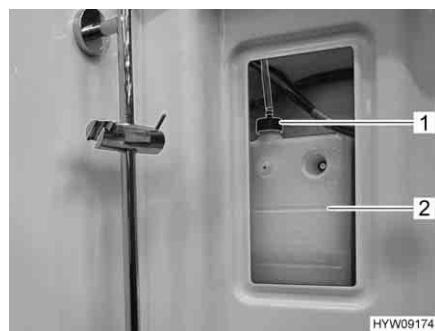
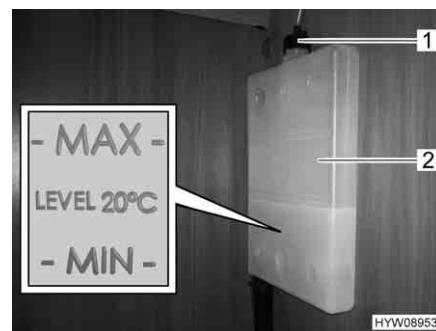

Fig. 224 Vaso d'espansione (riscaldamento ad acqua calda)
Fig. 225 Riga "MIN/MAX"
- Rimuovere la copertura per il vaso d'espansione (Fig. 224,2) a destra e in alto nella doccia.
- Controllare se il livello del liquido nel vaso d'espansione (Fig. 225,2) è tra le righe del "MIN" e del "MAX" (Fig. 225).
- Aprire il coperchio (Fig. 224,1 o Fig. 225,1) del vaso di espansione.